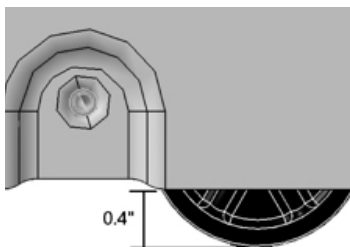

Fig. 7
- d. Ajuste los 3 conjuntos niveladores restantes como se describe en los 3 pasos anteriores usando los seis pernos 4H restantes y los tres pernos 5H restantes. Con la(s) unidad(es) todavía boca arriba, ajuste todas las ruedas niveladoras aproximadamente según la orientación en la Fig. 7.